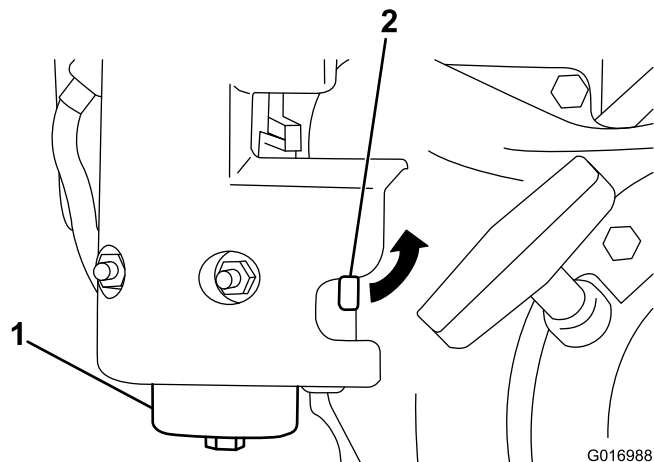

Bild 32
1. Schließen Sie den Kraftstoffhahn und schrauben Sie die Glocke vom Filtergehäuse ab (Bild 32).